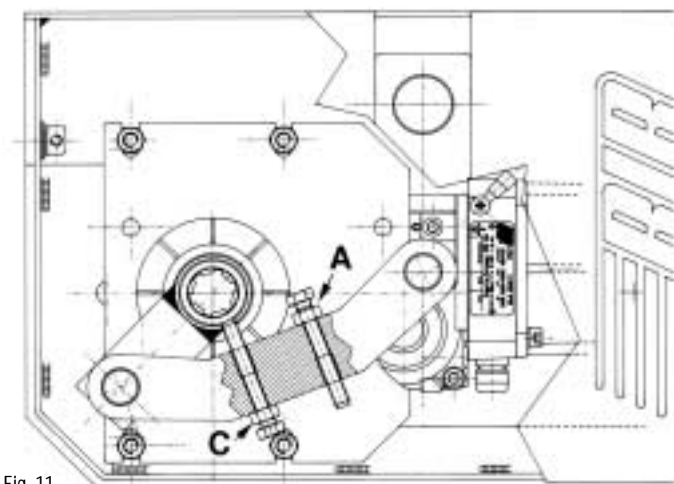

Fig. 11
Para tener acceso a los tornillos es necesario quitar la tapa del MAGIC. Para obtener la apertura deseada de la puerta es suficiente atornillar o desatornillar el tornillo de bloqueo (A) y despues bloquear la tuerca de fijación para impedir que modifique su posición en el futuro (Fig. 11).